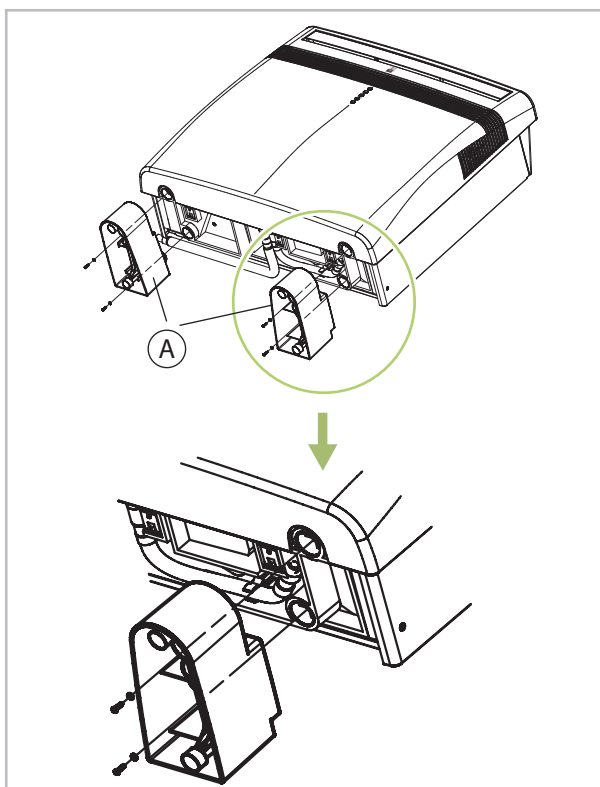

Abb. 2: Montage der GerätefüÙe
2. ➤ Stecken Sie die Kunststofffüße in die dafür vorgesehenen Perforierungen der Geräteunterseite (Abb. 2).
3. ➤ Befestigen Sie die Gerätefüße an der Geräteunterseite mit den jeweils 2 mitgelieferten Schrauben (Abb. 2).